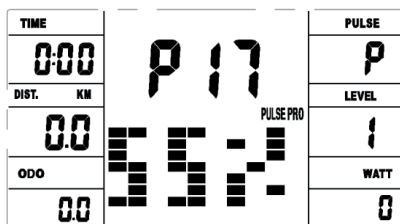
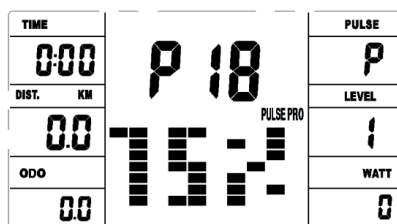
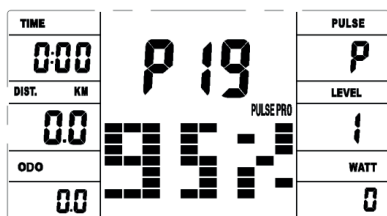

Figure 19
Figure 20
Figure 21
- A. Appuyez sur les boutons UP/DOWN pour sélectionner le programme de contrôle du pouls : 55 % (Fig. 19), 75 % (Fig. 20) ou 95 % (Fig. 21). Appuyez sur ENTER pour confirmer.